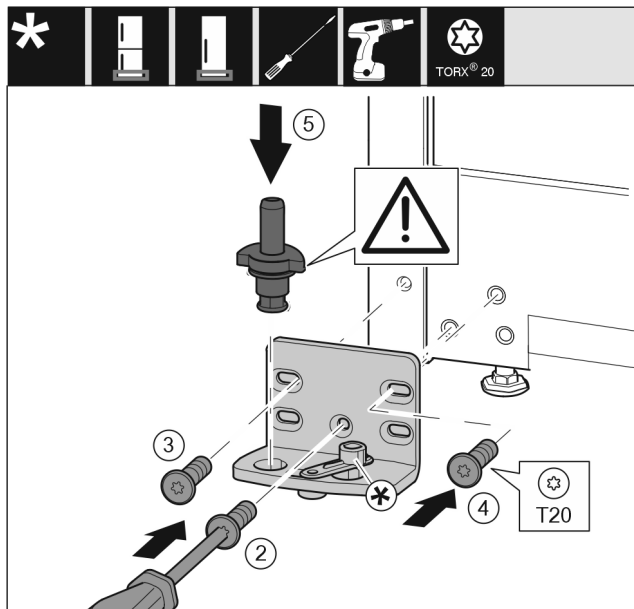

Fig. 22 *
- Postavite podložak ležaja na drugu stranu i pritegnite ga odvijačem. Započnite s vijkom Fig. 22 (2) dolje u sredini.*
- Pritegnite vijak Fig. 22 (3) i vijak Fig. 22 (4).*
- Potpuno umetnite podložak ležaja Fig. 22 (5). Pritom se pobrinite za to da je uskočna izbočina okrenuto prema natrag.*
- Postavite podložak ležaja na drugu stranu i pritegnite ga odvijačem. Započnite s vijkom (2) dolje u sredini.*
- Pritegnite vijak (3) i vijak (4).*
- Potpuno umetnite podložak ležaja (5). Pritom se pobrinite za to da je uskočna izbočina okrenuto prema natrag.*